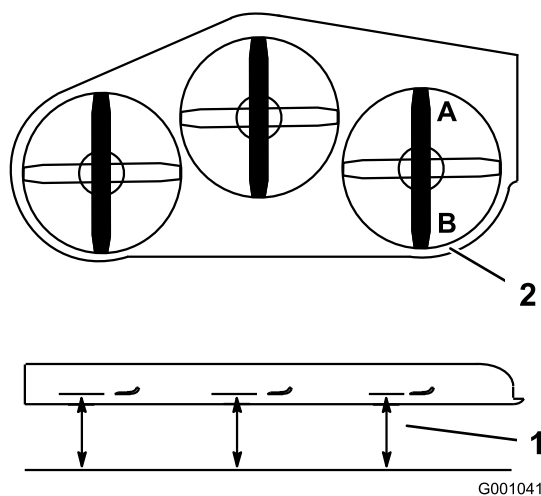

Figura 86
2. Posicione uma lâmina da parte dianteira para a traseira. Meça nas localizações **A** e **B** desde uma superfície nivelada até à aresta de corte das pontas das lâminas (Figura 86).